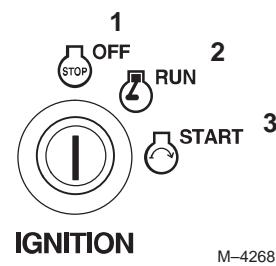

Figure 13
- Laissez tourner le moteur au ralenti pendant 60 secondes (Fig. 13).
- Tournez la clé de contact en position contact coupé et enlevez-la (Fig. 13).